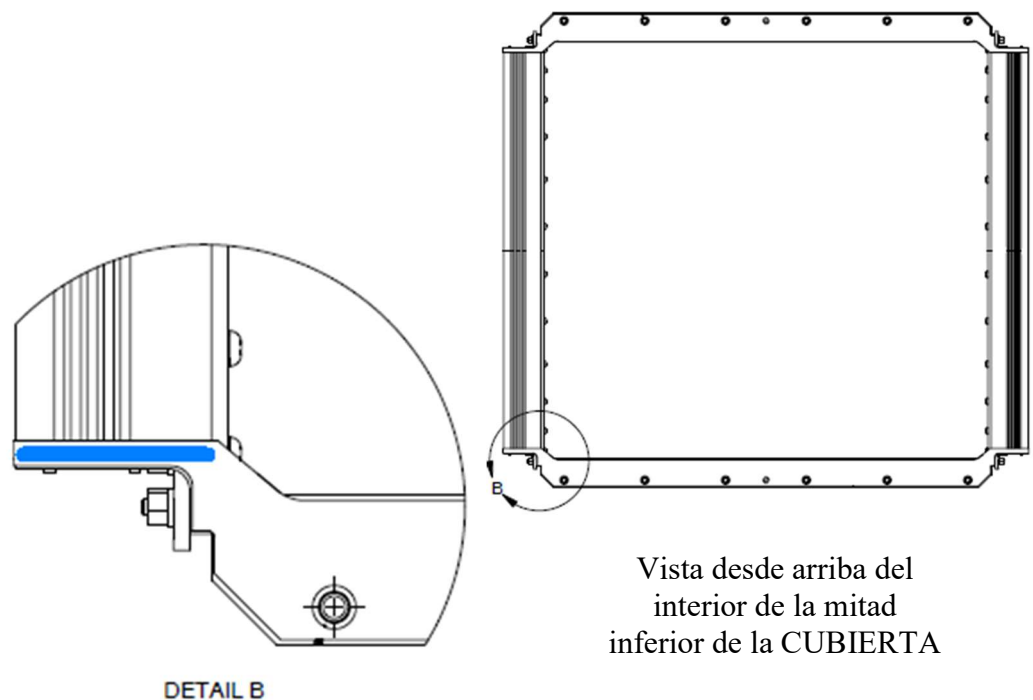

Figura 2-22: Aplicación del compuesto para uniones al sello de la cubierta de acero inoxidable
- c. En las CUBIERTAS de acero inoxidable, aplique una capa del compuesto para uniones azul (incluido en el kit de instalación) sobre la sección del sello de la brida a lo largo de los 60 mm (2,35 pulgadas) donde cubre el sello guardapolvo como se muestra en la *Figura 2-22*.